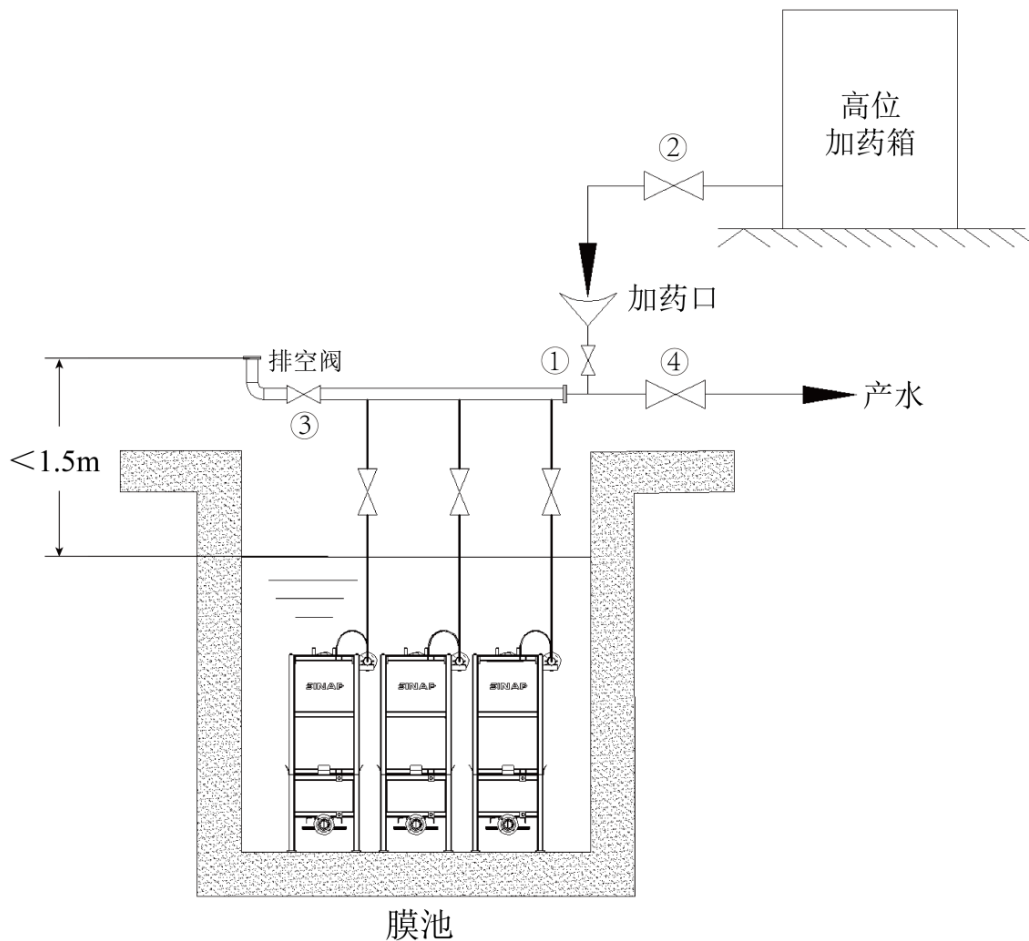

图 5 在线化学清洗
在线化学清洗必须按照化学操作要求做好防护工作；在线化学清洗见图5。
- d) 在加药管上应设排空阀（如图 5），避免清洗时管道中的空气导致药剂在重力流入过程中发生喷溅现象；